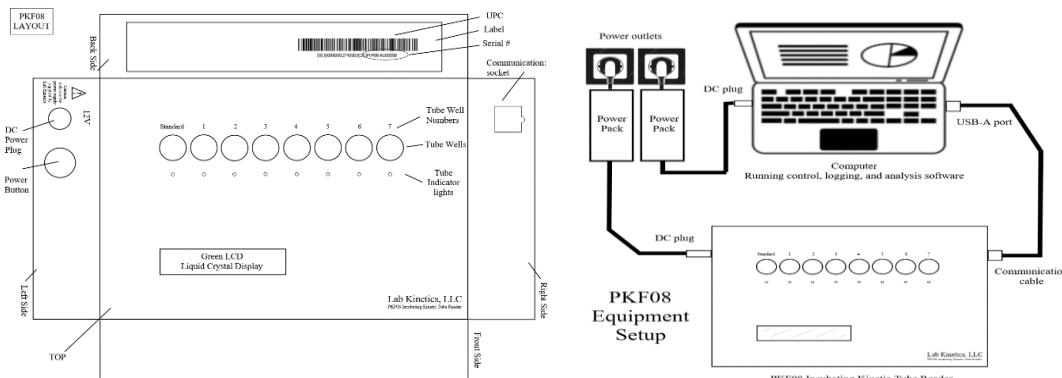

Figura 2: ecrã do instrumento PKF08 e da ligação ao computador
- Ligação de comunicação (hardware) - Cabo de comunicação incluído. A extremidade USB-A entra na porta USB do computador, a extremidade USB-B entra no PKF08 - consultar Figura 2.